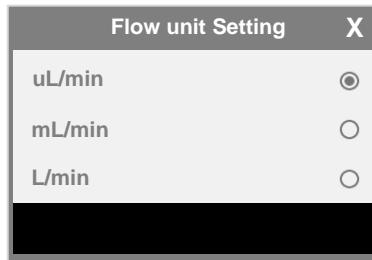

Abbildung 15: Wählen Sie die Einheit für die Durchflussrate
- B. Einstellung der Einheiten: Drücken Sie diese Taste, wenn die Pumpe nicht läuft, um die Einheit zu ändern. Die verfügbaren Einheiten sind μ L/min, ml/min und L/min, wie in Abbildung 15 dargestellt.